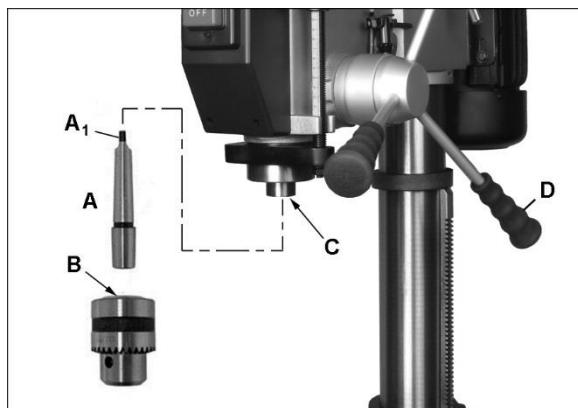

Рис. 6-2: установка патрона и оправки
- Установите 3 рукоятки подачи в муфту штурвала (D, Рис. 6-2).
- Тщательно очистите оправку (A, Рис. 6-2), патрон (B) и шпиндель (C). Наличие смазочных материалов или их следов на поверхностях оправки, патрона и шпинделя может стать причиной их отсоединения друг от друга и создать опасность получения травм, а также поломки инструмента.
- Установите патрон (B) в оправку (A) вручную, затем плотно вставьте собранный узел в шпиндель (C).